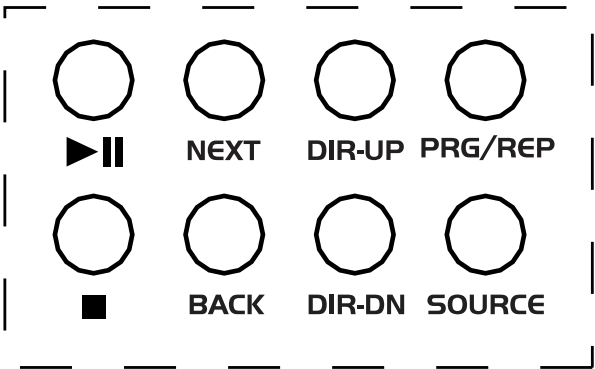

Fig.3
7. **PULSANTI PER LA MODALITÀ MP3/FM/AM:** vedi tabella pag. 9 (fig.3)
7. **BUTTONS FOR THE MODE MP3/FM/AM:** see table pag. 9 (fig.3)